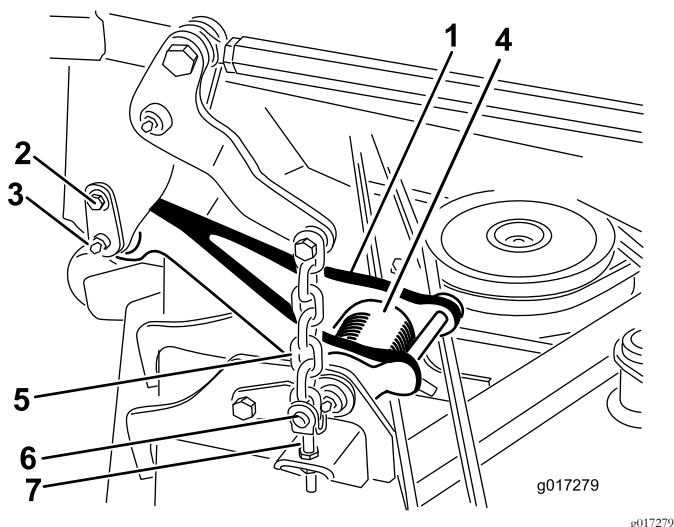

图2
注意 当剪草机处于升起位置时拉杆扭转弹簧张紧力**图2**会减小使拉杆更易于从机器上断开。
2. 从机器两侧断开拉杆**图2**。
- A. 卸下将固定销固定到承载架的轴肩螺丝**图2**。
- B. 小心将固定销从承载架滑动到拉杆**图2**。
- 卸下将提升链固定至剪草机调节挂钩的4个环形销和柱销 图2。
- 用4个柱销和环形销将剪草机提升链固定至剪草机调节挂钩 图2。
- 将拉杆与承载架对齐并用固定销连接拉杆 图2。用轴肩螺丝将固定销固定到机架 图2。